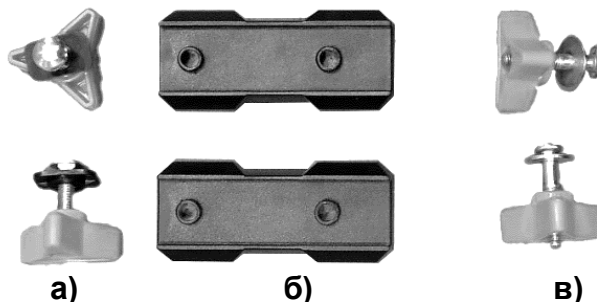

Рис. 1
1. Возьмите пластиковую проставку (б) и установите ее как показано на рис. 1.